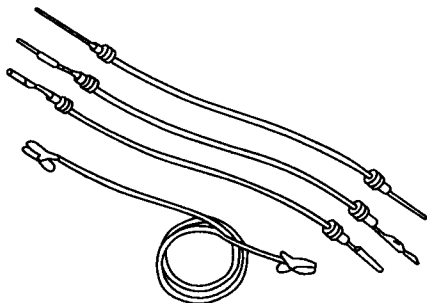

图 1-2 跨接线
跨接线是一根两端做成不同形式的导线，如图 1-2 所示，以满足测试不同部件的需要。一般常见的跨接线有两种：①鳄鱼夹式。②测试针式。它主要用来加接电路，以判断电路是否断路。有时测试线可以用来对地短路，以此来找出电路中是否存在故障。使用方法和注意事项如下：
(1) 若怀疑熔丝断路时，可用搭接线代替熔丝，灯亮了，说明熔丝已